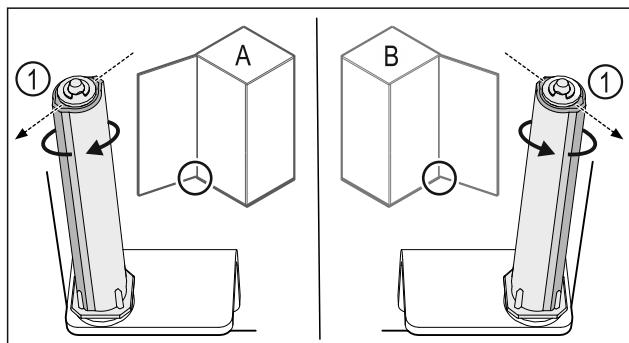

Fig. 28 Tope izquierdo (A) / tope derecho (B)
- Girar el sistema de cierre contra la resistencia hasta que el alma del sistema de cierre Fig. 28 (1) apunte hacia afuera.